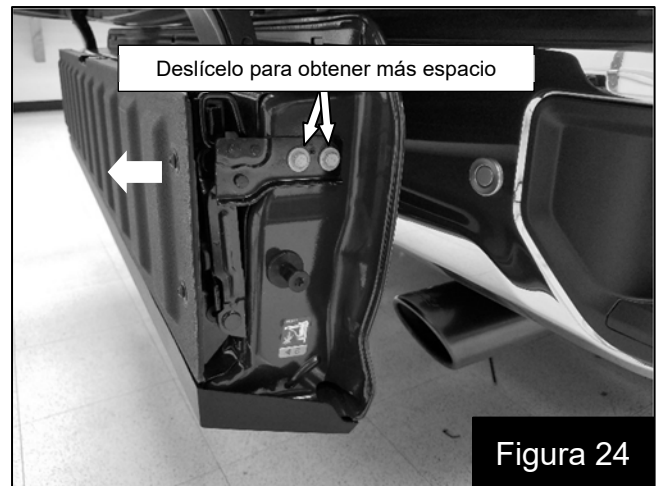

Figura 24
36. Cierre el escalón sobre el deflector del altavoz y verifique el espacio entre el escalón y el deflector. Si se necesita espacio adicional, abra el portón trasero interior y afloje los dos pernos de las bisagras a cada lado. Deslice el escalón alejándolo del deflector y vuelva a apretar los pernos de las bisagras. Vuelva a verificar el espacio libre y asegúrese de que el escalón aún se cierre fácilmente. Figura 24